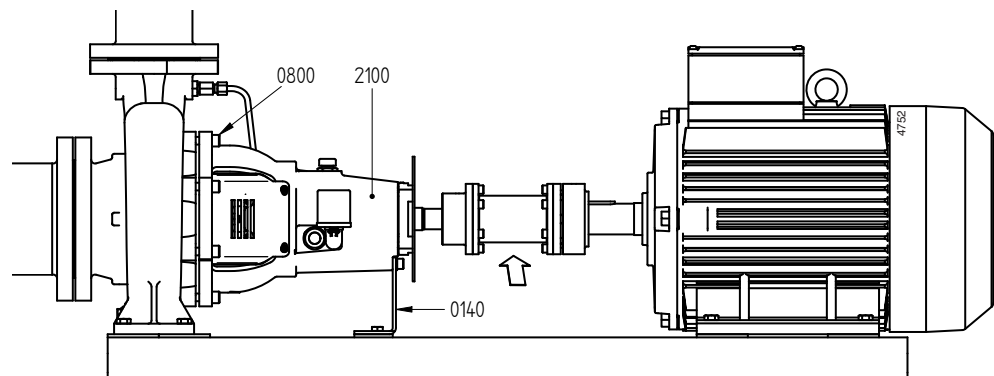

Figura 12: Principio de desmontaje por el lado de accionamiento.
- 3 Desmonte el pie soporte (0140) de la placa base, consulte figura 12.